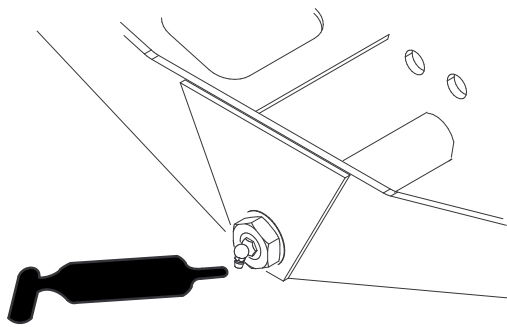

Рисунок 58
- Ось поворота моста (1) (Рисунок 58)